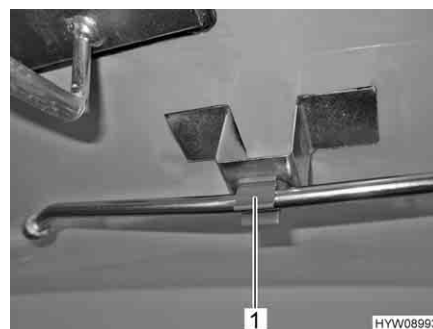

Fig. 42 Fermo per asta del cofano
- Spingere l'asta del cofano nel fermo (Fig. 42,1).